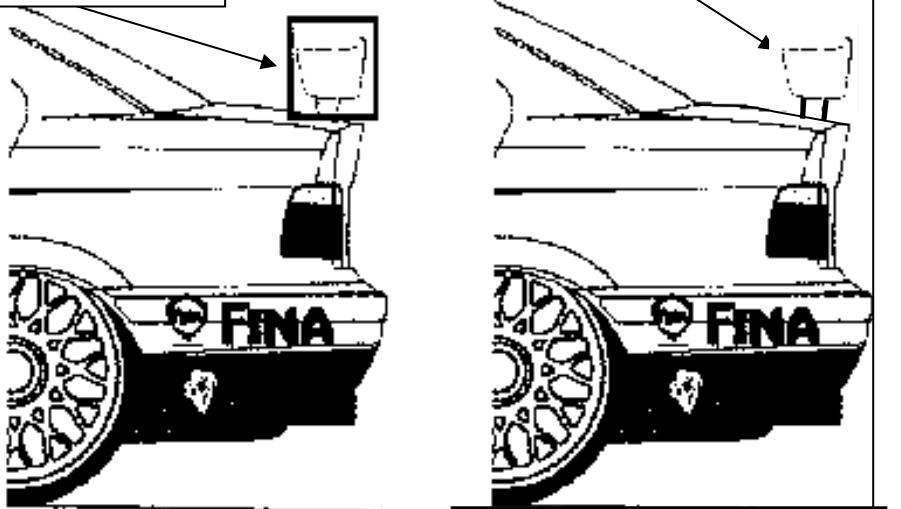

Figura 25: Caratteristiche geometriche dello spoiler posteriore
7.1.21 L'ala deve poter essere contenuta, vista lateralmente, in un quadrato da 60,0 mm x 60,0 mm di lato, vedi Figura 25, e non deve sporgere dalla parte posteriore del modello.